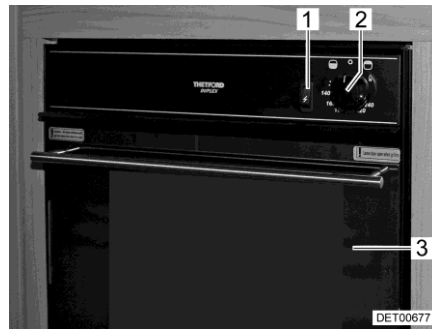
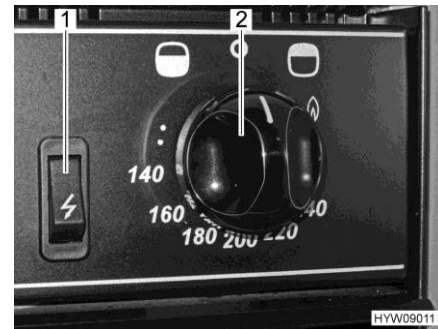

Fig. 139 Forno a gas con grill
Fig. 140 Elementi di comando (forno a gas con grill)
- Aprire completamente lo sportello del forno (Fig. 139,3).
- Premere il pomello girevole (Fig. 139,2 e Fig. 140,2) e ruotarlo in senso antiorario fino a raggiungere la posizione massima consentita (in direzione del simbolo del forno "☼").
- Premere il pomello girevole (Fig. 139,2 e Fig. 140,2) e tenerlo premuto per 5-10 secondi. Il gas fluisce verso il bruciatore.
- Premere l'interruttore di accensione (Fig. 139,1 e Fig. 140,1) finché la fiamma brucia.
- Premere il pomello girevole (Fig. 139,2 e Fig. 140,2) e ruotarlo in senso orario (in direzione del simbolo del grill "☼" e posizionarlo sul simbolo della fiamma).
- Ruotare il pomello girevole (Fig. 139,2 e Fig. 140,2) su "O". La fiamma si spegne.